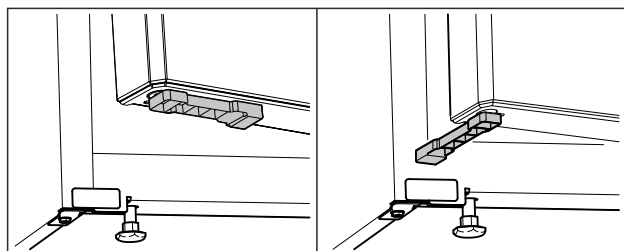

Fig. 61 *
- Faire tourner l'entretoise de porte à 90°. (voir Fig. 61) *